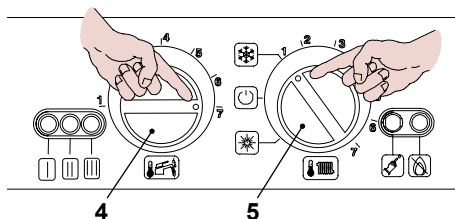

Figura 7.1
- Ruotare il selettore di funzione 5 come in Figura 7.1
- Ruotare la manopola di temperatura sanitari 4 al massimo Figura 7.1